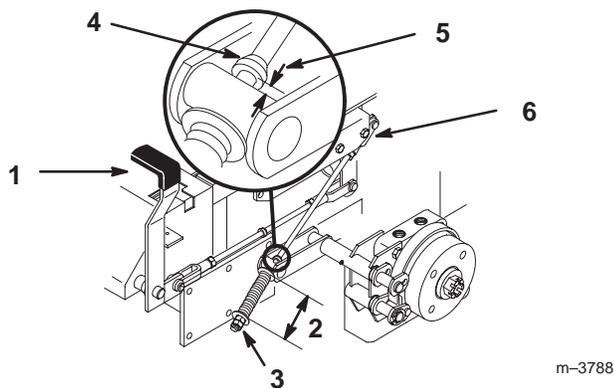

Figure 74
2. Mesurez la longueur du ressort. Les rondelles doivent être distantes de 70 mm (2-3/4 pouces) (Fig. 74).
3. Si un réglage est requis, desserrez l'écrou de blocage situé sous le ressort et serrez l'écrou directement au-dessous de la chape (Fig. 74). Vissez l'écrou jusqu'à ce que le ressort ait la longueur voulue. Serrez les deux écrous ensemble et répétez la procédure de l'autre côté de la machine.
6. Mesurez la distance entre le galet de tourillon et le collier sur la tige de frein. Elle doit être comprise entre 5 et 7 mm (3/16 et 1/4 pouce) (Fig. 74).
7. Si un réglage est requis, desserrez l'écrou de blocage situé juste au-dessous de la chape. Tournez la tige inférieure jusqu'à obtention de l'écart voulu (Fig. 74). Serrez l'écrou de blocage sur la chape.